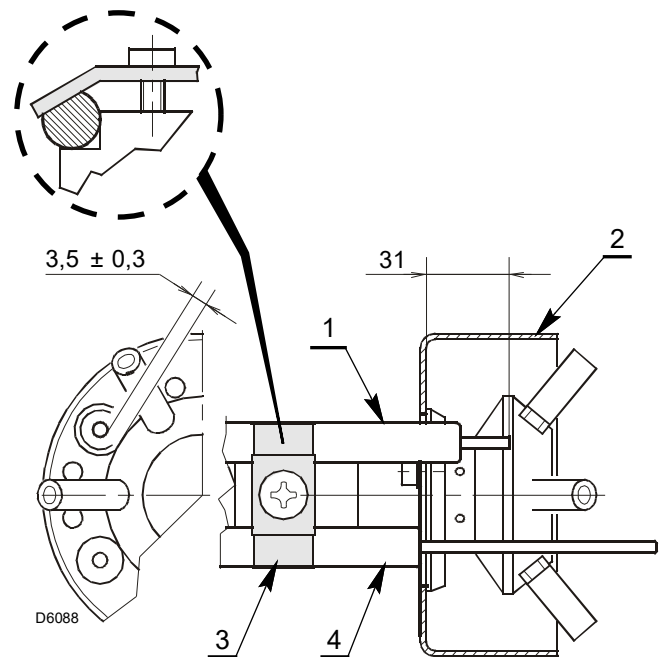

Fig. 14
- Assicurarsi che la piastrina 3)(Fig. 14) sia sempre inserita nella spianatura dell'elettrodo 1).
Rispettare le quote indicate in Fig. 14.